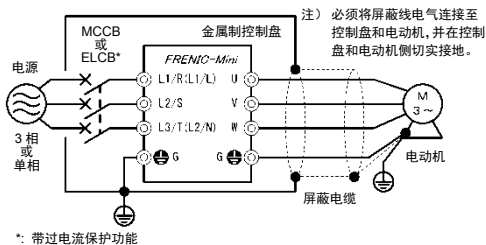

图 11.3 控制盘内设置方法
- 4) 当放射波超过标准时, 请如图 11.3 所示那样在金属制的盘中设置变频器及周边机器。